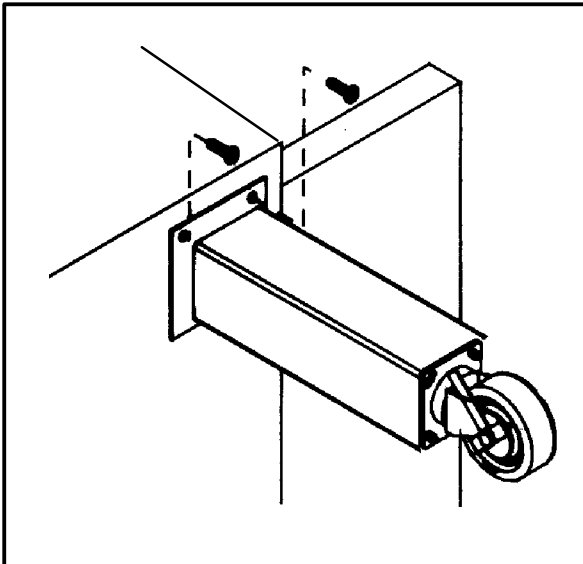

Abbildung 1
2. Die Füße und Rollen gemäß der Abbildung anbringen. Siehe Abbildung 1.